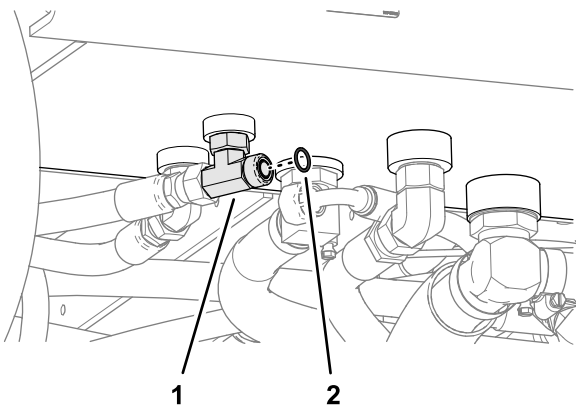

Figura 130
5. Retire la junta tórica de la cara del acoplamiento en T del depósito hidráulico (Figura 130).
6. Instale una junta tórica nueva de 12,4 mm/1,8 mm en la ranura del acoplamiento en T (Figura 130).